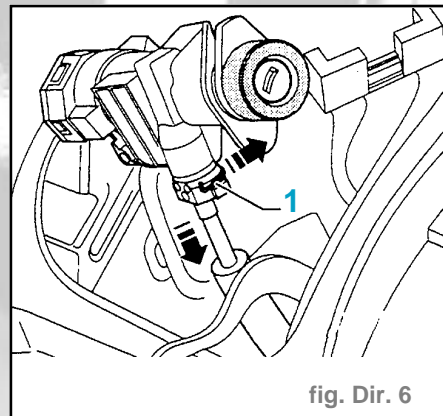

fig. Dir. 6
- Enfoncer l'étrier métallique (1) vers le haut ou vers le bas, suivant sa position de montage, et extraire en même temps le câble de blocage (fig. Dir. 6).